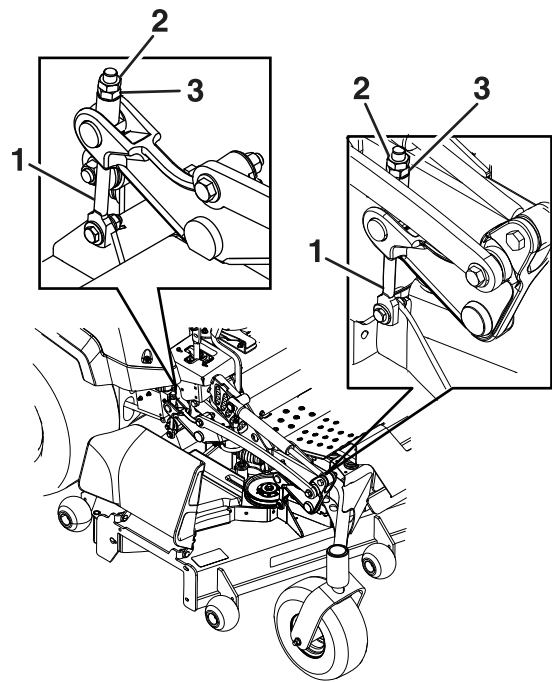

Figure 77
8. Ajustez précisément le serrage de l'écrou de réglage sur l'ensemble de levage du tablier avant (Figure 77).